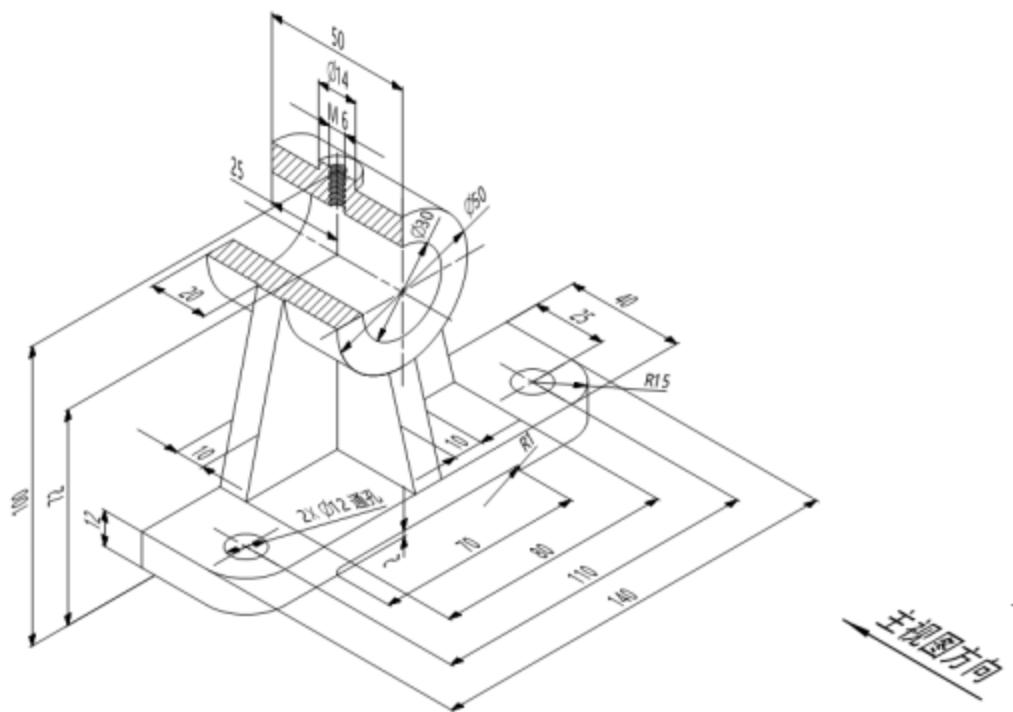

图 2 零件轴测图
根据图 2 所示零件轴测图及题目中其他要求，在答题纸上绘制零件图，图幅 A3，比例 1:1。
3. 图 2 中  $\varphi 30$  孔表面粗糙度 Ra3.2， $\varphi 50$  外圆、 $\varphi 14$  凸台顶面及底板底面粗糙度 Ra6.3， $2 \times \varphi 12$  通孔、M6 螺纹面粗糙度 Ra12.5；其余表面不需加工；
4. 图 2 中  $\varphi 30$  孔轴线相对于底面（代号为 A）平行度公差为 0.02mm；